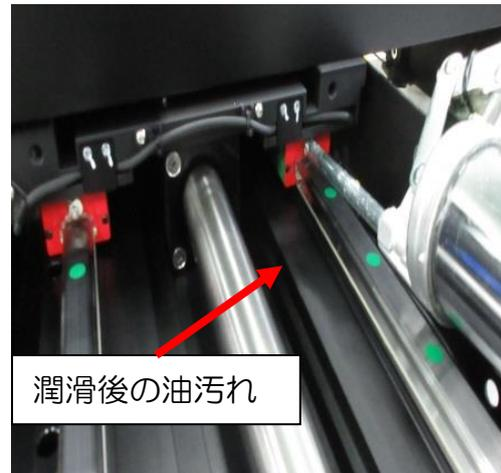

図 6
- (2) スクレーパーからグリスがあふれ出していないか確認してください。グリスがこぼれた場合は、グリスの注入を中止してください (図 6)。